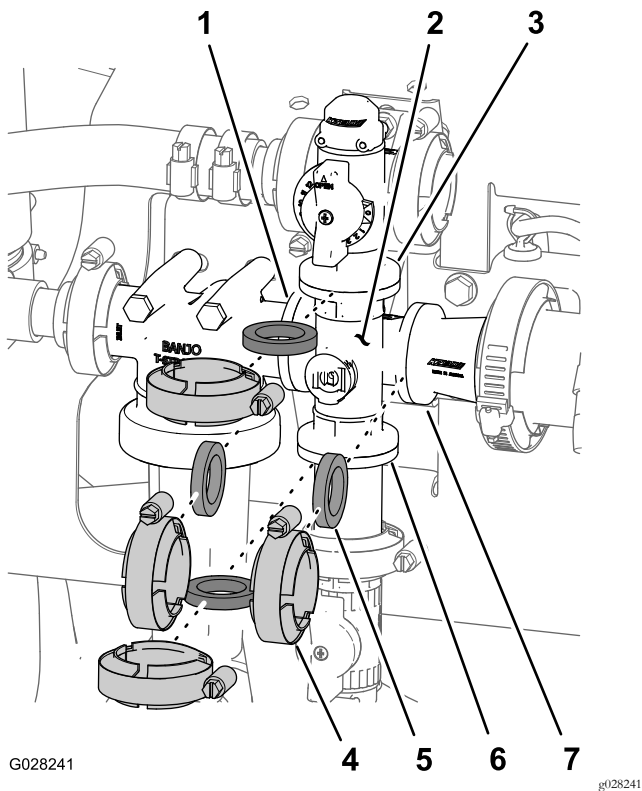

Bild 134
1. Entfernen Sie die Klemmen und Dichtungen, mit denen der Verteiler für das Rührwerkventil am Rührwerksicherheitsventil, Druckfilterkopf, an der Reduzierkupplung und am Adapteranschlussstück (Rührwerkdruckelventil) befestigt ist, wie in Bild 134 abgebildet.